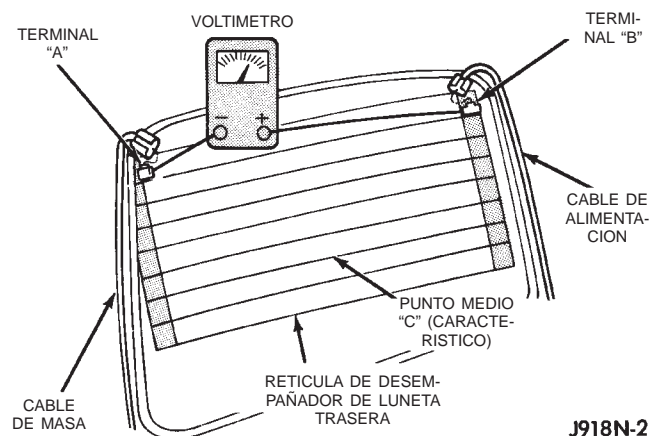

Fig. 1 Prueba de retícula de cristal de luneta trasera
3. Utilizando un voltímetro CC de 12 voltios, con el cable negativo haga contacto con el terminal A (lado derecho) de la retícula calefactora del cristal trasero, y con el cable positivo en el terminal B (lado izquierdo) (Fig. 1). La lectura del voltímetro debe ser de voltaje de la batería.